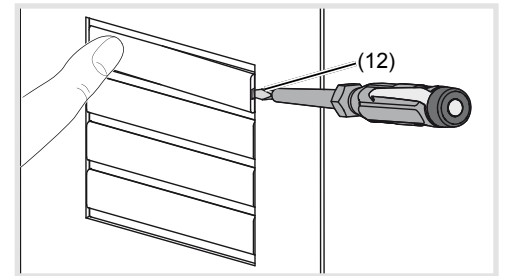

Bild 5: Namensschild Wechsel
- Schraubendreher in der Hebelöffnung (12) ansetzen und Arretierung lösen (Bild 5).